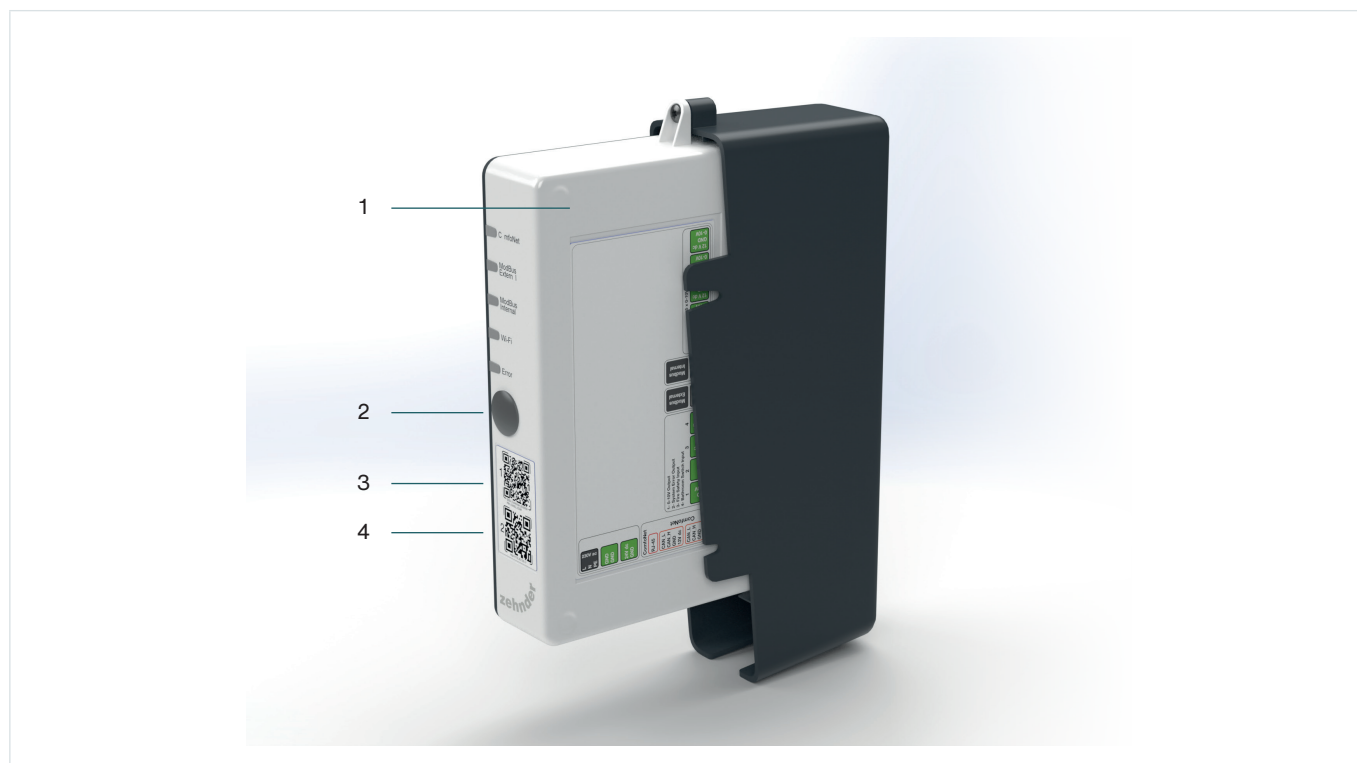

Abb. 6.1 - WLAN an der CM aktivieren
1. Drücken Sie die WLAN-Taste (Abb. 6.1, Pos. 2).
2. Scannen Sie den ersten QR-Code (1) mit einem mobilen Gerät (nicht abgebildet). Auf diese Weise wird eine Verbindung mit dem richtigen Netzwerk hergestellt, das auch das Passwort enthält. Bei Verwendung eines Laptops kann der Text unter den QR-Codes verwendet werden. Der Wi-Fi-SSID-Name hat die Form CVA..... und das Passwort befindet sich unter dem ersten QR-Code.
3. Scannen Sie den zweiten QR-Code (2) um zur richtigen URL <http://172.30.135.1/> zum integrierten Webserver (CM-EW) zu gelangen. Der Benutzername (username) ist admin und das Passwort (password) ist 4210 (nur diese vier Ziffern).